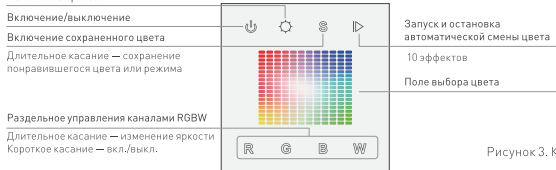

Рисунок 3. Кнопки панели управления.
3.10. Проверьте управление лентой с панели (Рис. 3).